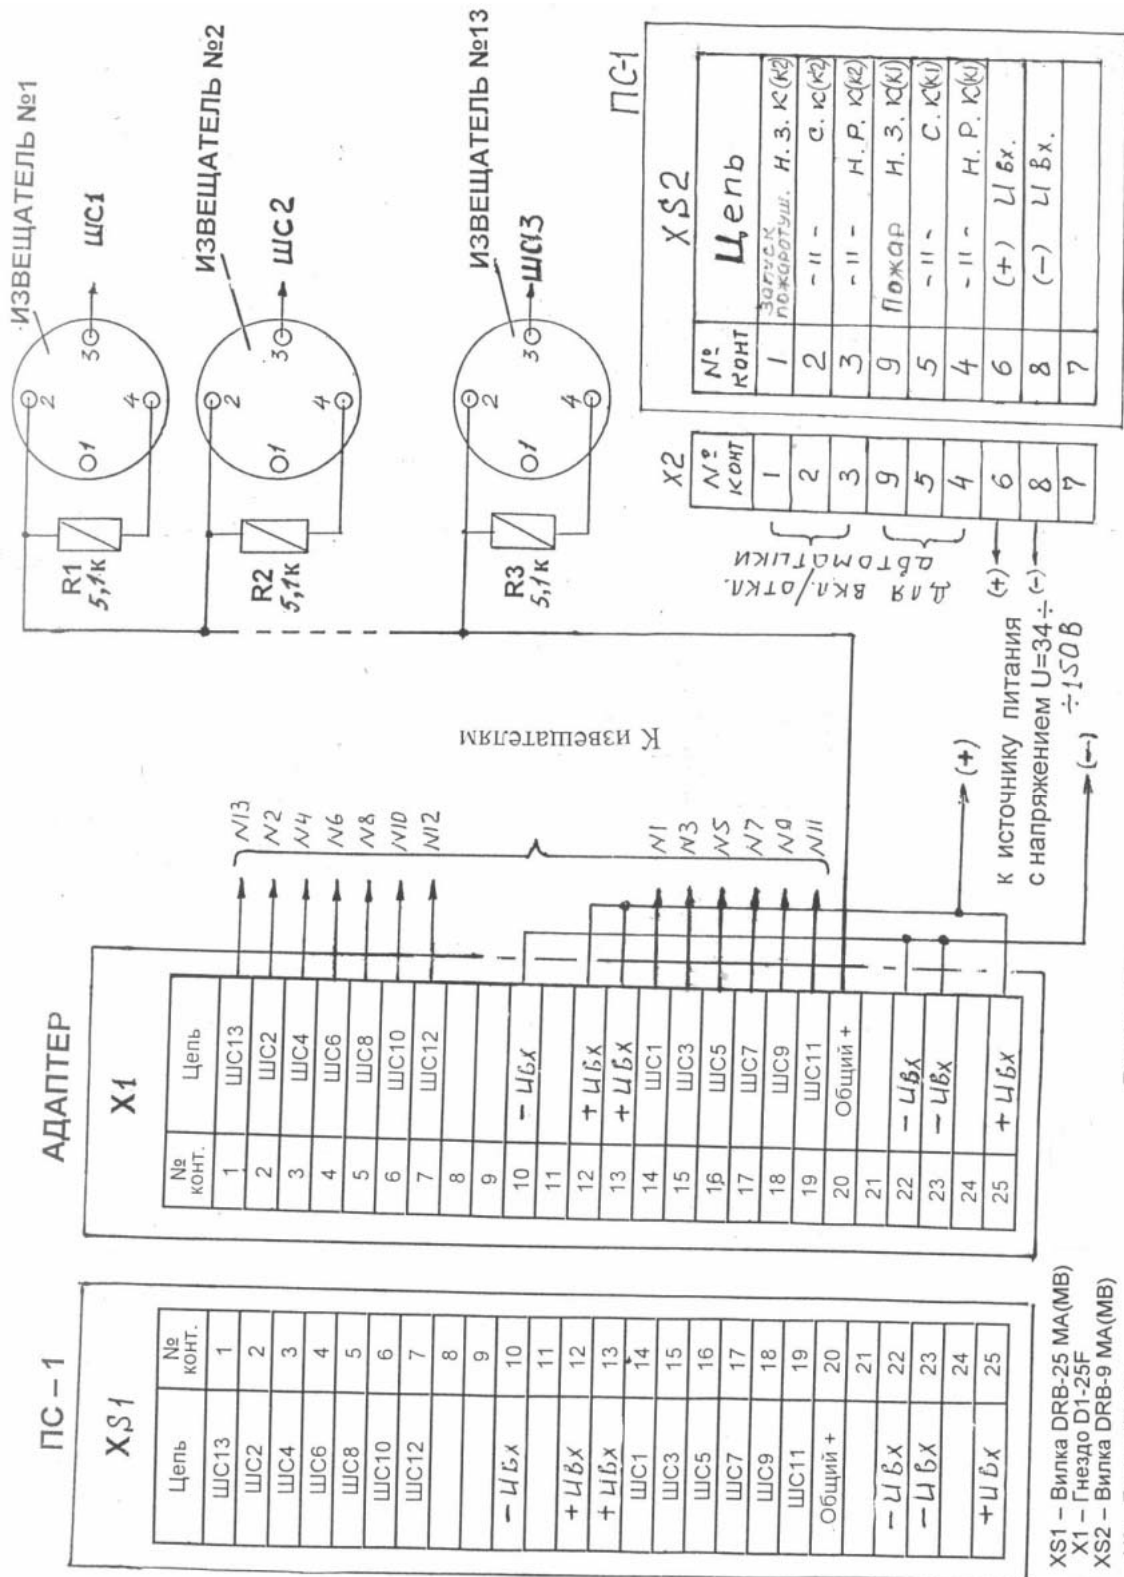

Рис.2. Электрическая схема подключения извещателей
5.4 Электрическая схема подключения извещателей к пульту приведена на рис.2.